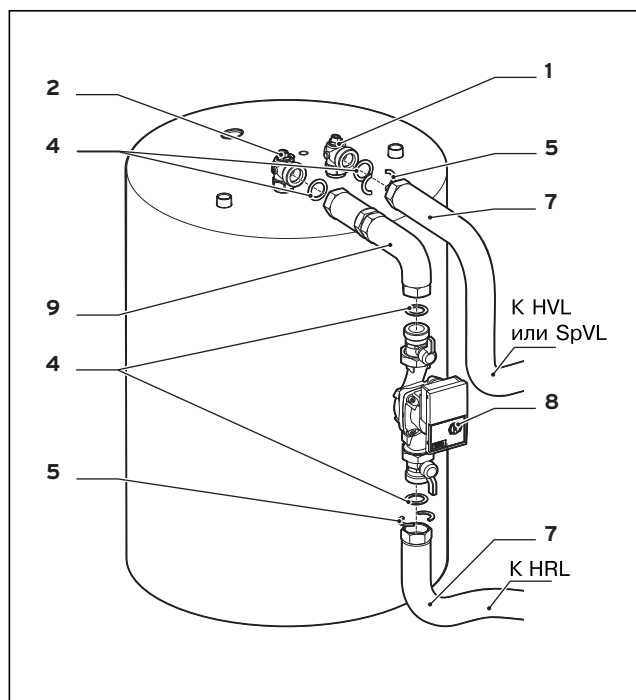

Рис. 6: Монтаж комплекта для нагрева водонагревателя на uniSTOR VIH R 120 - 200
- Латунную угловую муфту (1) уплотнить пенькой на штуцере подачи (VL), а латунную угловую муфту (2) – на штуцере возврата (RL) водонагревателя (см. рис. 6 - 8).